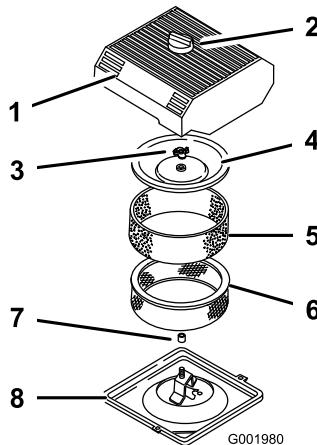

Figura 44
3. Limpie alrededor del limpiador de aire de forma que la suciedad no penetre en el motor y cause daños (Figura 44).
4. Afloje el pomo de la tapa del limpiador de aire y retire la tapa (Figura 44).
5. Deslice cuidadosamente el filtro de gomaespuma para separarlo del filtro de papel (Figura 44).
6. Desenrosque la tuerca de la tapa y retire la tapa y el filtro de papel (Figura 44).
1. Deslice cuidadosamente el filtro de gomaespuma sobre el filtro de papel (Figura 44).
- Coloque la tuerca de la tapa con la presión de los dedos solamente contra la tapa (Figura 44).
- Instale la tapa del limpiador de aire y el pomo (Figura 44).